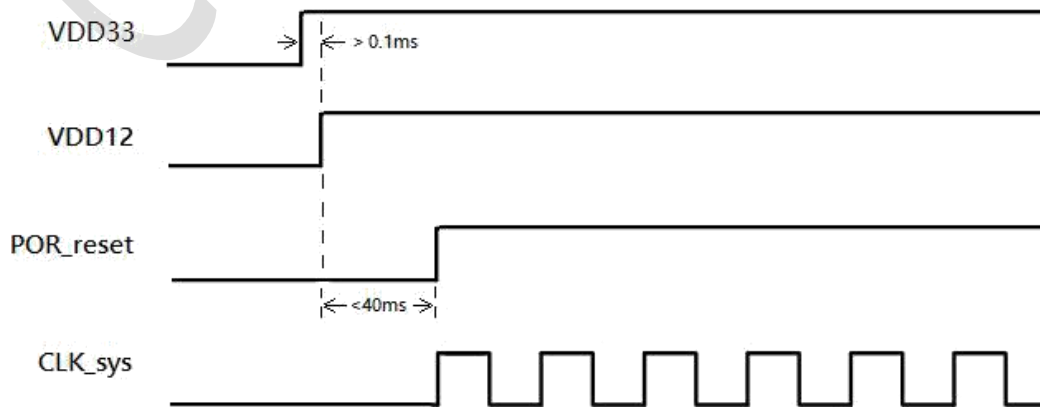

图 5-4 上电时序图
1. 芯片供电有上电时序要求：需要先上 VDD33 电源，再上 VDD12 电源。如图 5-4 所示，VDD33 电源上电与 VDD12 电源上电间隔时间需要大于 0.1ms，VDD12 上电后在小于 40ms 时间内，芯片 POR 复位完成，同时系统时钟有效输出。